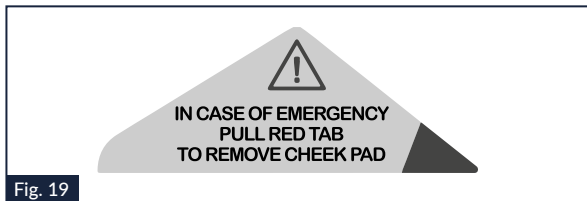

Fig. 19
- Ne pas retirer du casque les autocollants de la Fig. 19 : ils peuvent fournir des informations utiles au personnel de secours.